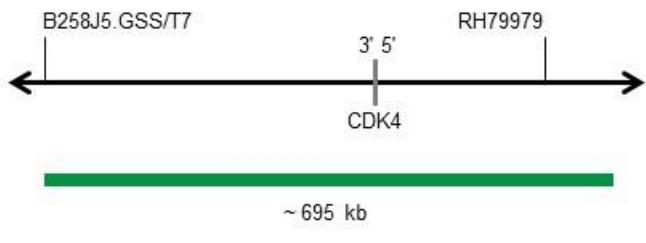

Fig. 1: SPEC CDK4 Mapa da sonda (sem escala)
- Polinucleótidos (~10 ng/μl) com marcação ZyGreen (excitação 503 nm/emissão 528 nm), dirigidos ao mapeamento de sequências alvo em 12q13.3-q14.1* (chr12:57,740,440-58,435,534) contendo o gene CDK4 (ver Fig. 1).